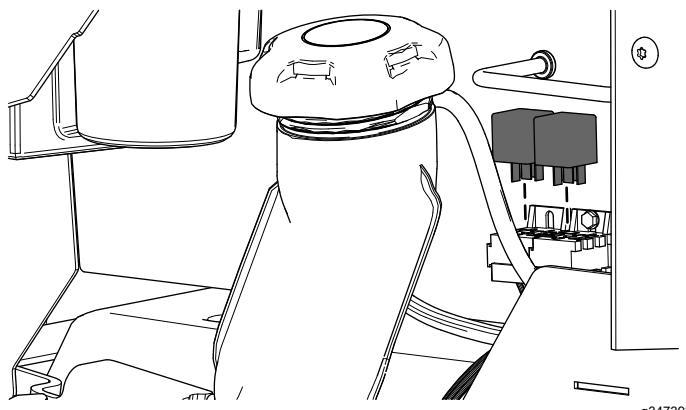

Figure 17
5. Installez les 2 relais (Figure 17).